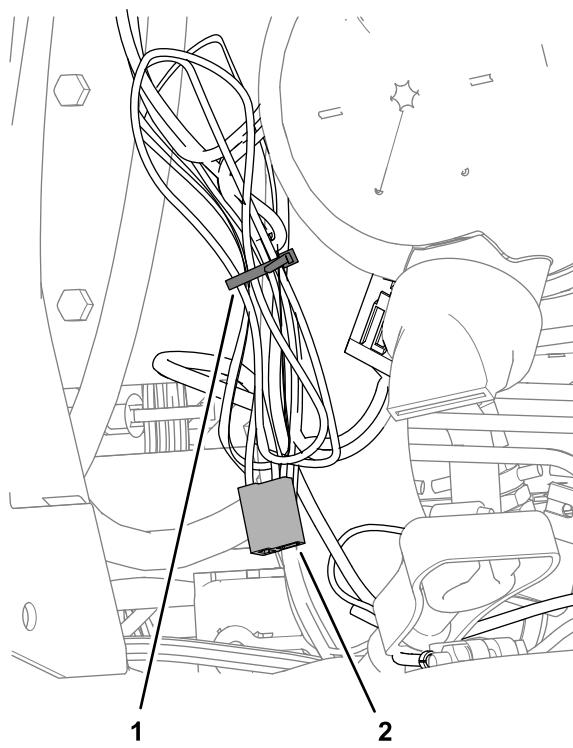

図 20
1. 電源ハーネスのうちで使用しなかった枝線ウォッシャー液ポンプ用を図20のようにまとめる。
2. それぞれのワイヤをケーブルタイで固定する図20。